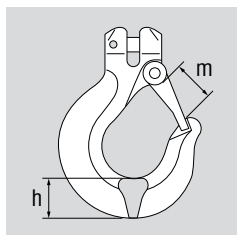
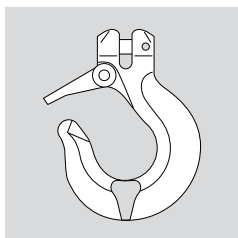

Fig. 13.4: Udvidelse af krogen/ slid i krogbunden
Fig. 13.5: Udvidelse af krogen/ udløsning af krog sikringen
- Tegn på en udvidelse af krogen, dvs. f.eks. en mærk-bar forstørrelse af krogens åbning. En forstørrelse af krogens åbning bør ikke overstige 10 % af den nomi-nelle værdi (katalogmål „m“ Fig. 13.4) eller være således, at krog sikringen ikke udløser (Fig. 13.5)
- Slid (reducering af tykkelse) i krogbunden \geq 5 % (katalogmål „h“ Fig. 13.4)